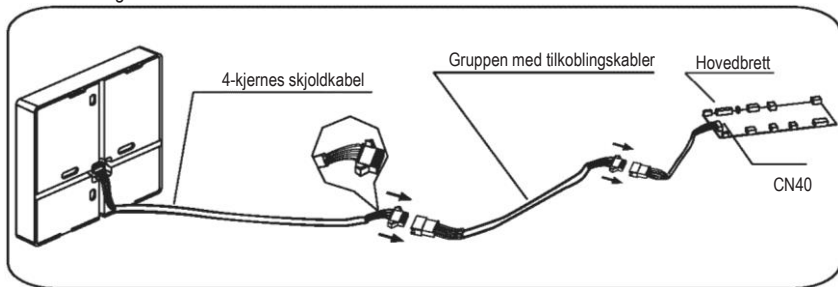

Fig 3-3
- Koble den feminine ledningsgruppen fra hovedbrettet til den maskuline ledningsgruppen. (Se Fig 3-3)
- Koble ledningsgruppen på den andre siden med den maskuline ledningsgruppen fra den kablede kontrolleren. (Se Fig 3-3)